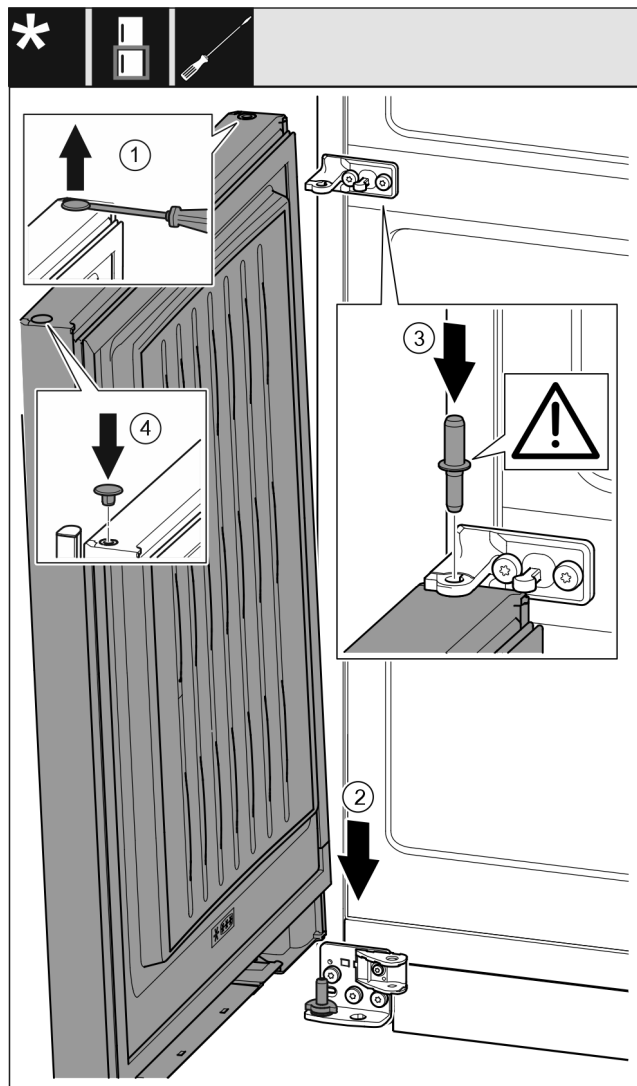

Fig. 44
- ▶ 将堵头 Fig. 44 (1)用带槽螺丝刀小心地提起并将其拉出。
- ▶ 将冰箱门 Fig. 44 (2)从上方将放在下面的轴承螺栓上。
- ▶ 将中间轴承螺栓 Fig. 44 (3)通过中间托架放置在冰箱下方门内。同时注意止动凸轮需指向后方。
- ▶ 将堵头 Fig. 44 (4)重新放入门的另一侧。